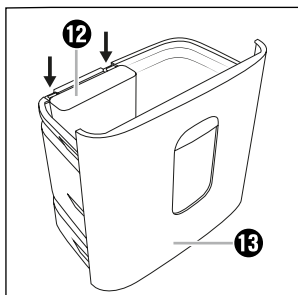

Fig. 3
- ◆ Monter den lille opsamlingsbeholder **12** i den store opsamlingsbeholder **13** (se fig. 3).